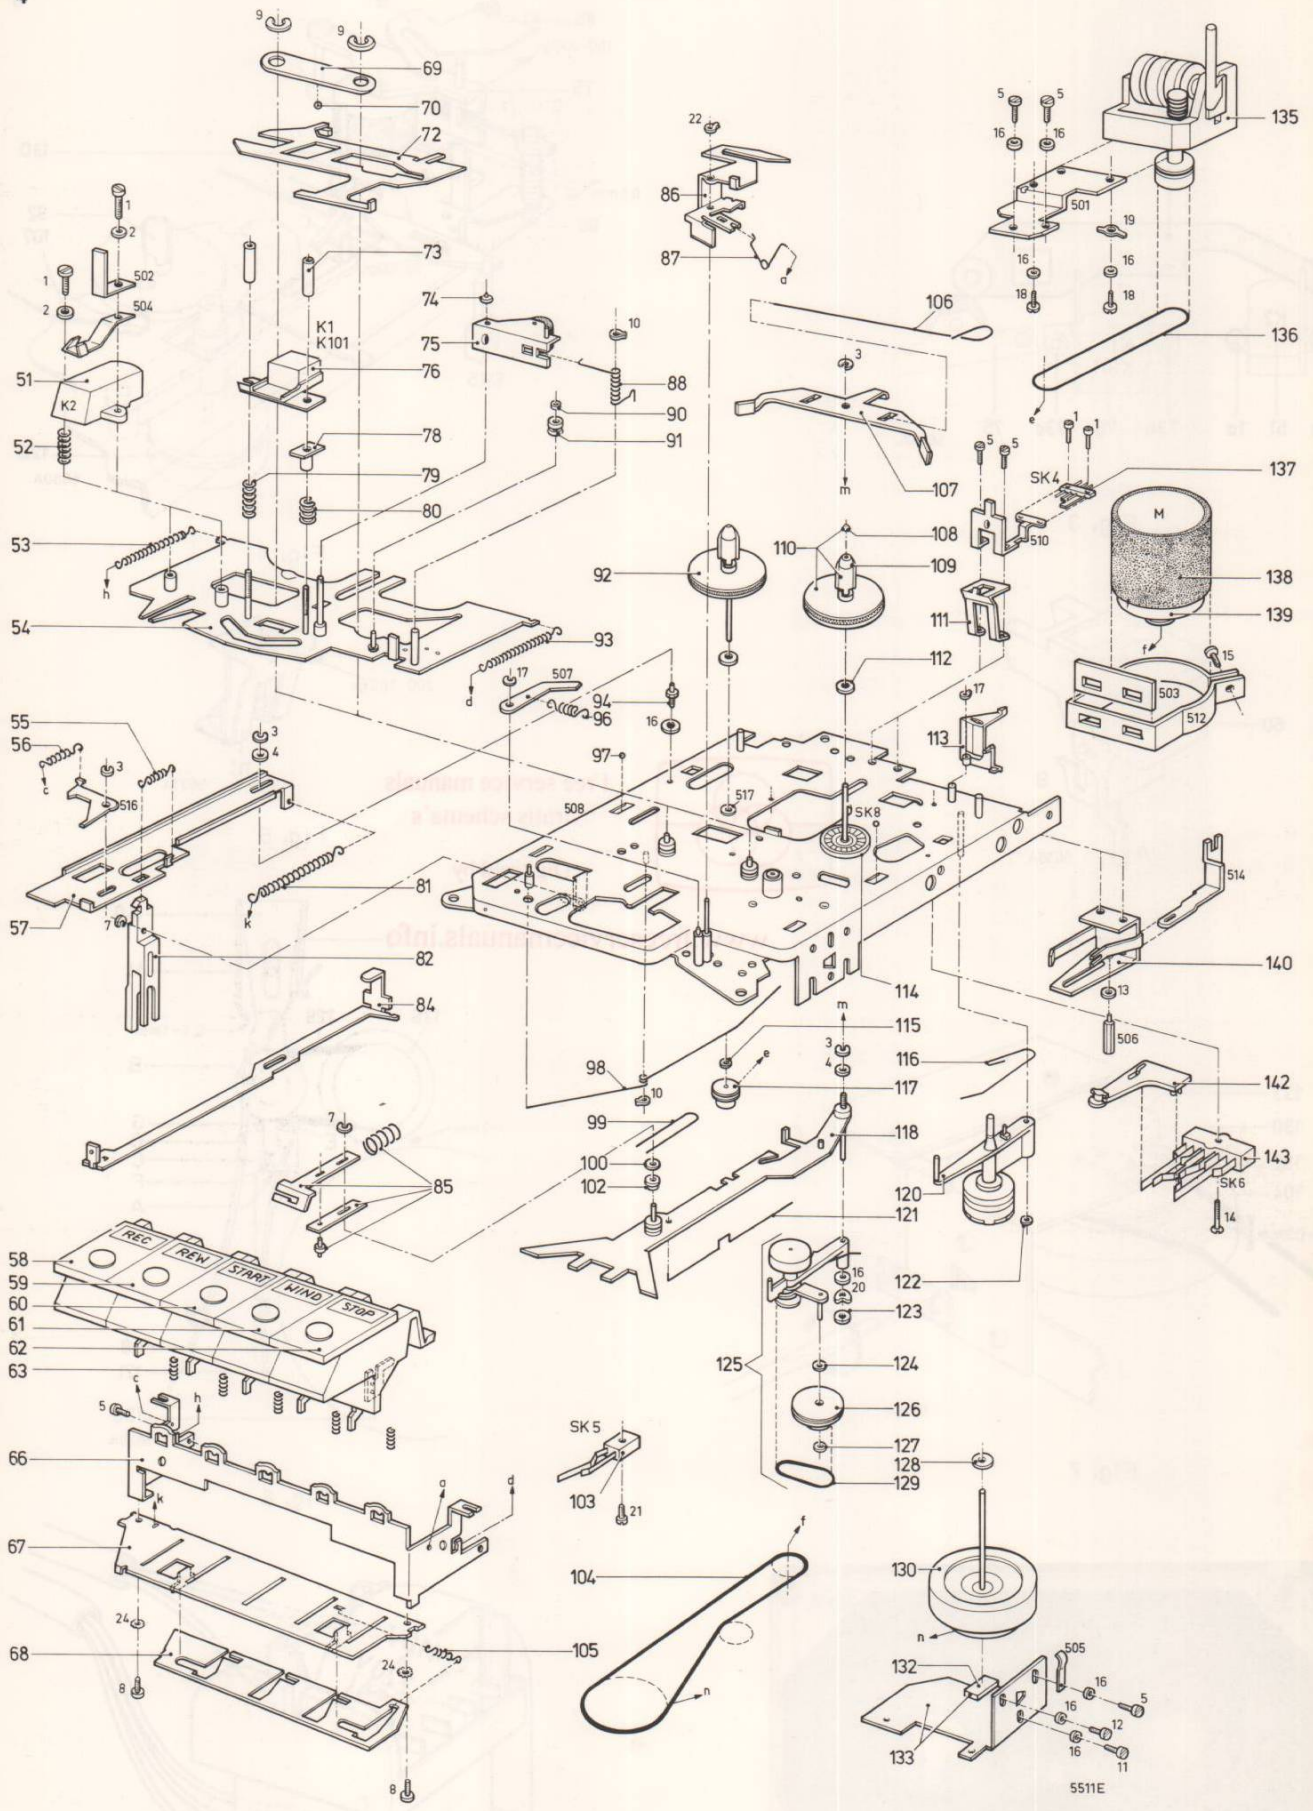

Fig. 11
## III. VERVANGEN VAN DIVERSE LOOPWERK-ONDERDELEN (Fig. 11)
## E. Vervangen van de spoelschotels, Fig. 11
## F. Vervangen van de collector, pos. 114 (Fig. 11)
LIJST VAN MECHANISCHE ONDERDELEN (Fig. 11)